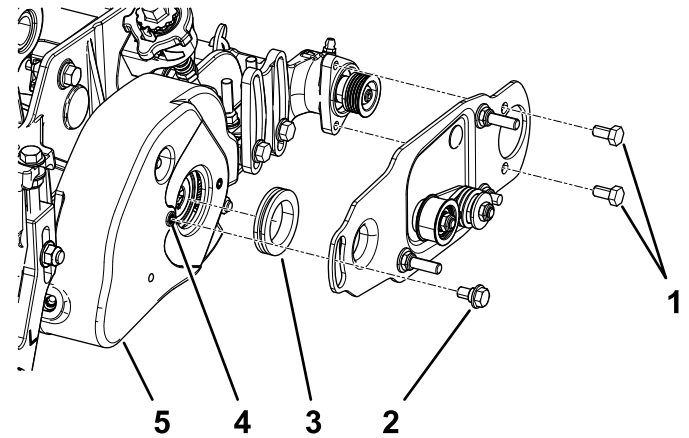

图8
2. 安装左侧或右侧滚筒刷枢轴板（图8）。
注意： 确保怠轮皮带轮组件按图8中所示安装在底部。
3. 为 2 个螺栓（5/16 x 1/2 英寸）涂抹 242 乐泰胶（蓝色），并用这两个螺栓将滚筒刷侧板安装到滚筒刷轴承座上（图8）。
- 用 5/16-18 水龙头清除滚筒刷架中螺纹上的油漆，然后再拧入轴肩螺栓（图8）
- 在轴肩螺栓上涂抹 242 乐泰胶（蓝色）（图8）。用轴肩螺栓将滚筒刷侧板固定至滚筒刷架上（图8）。